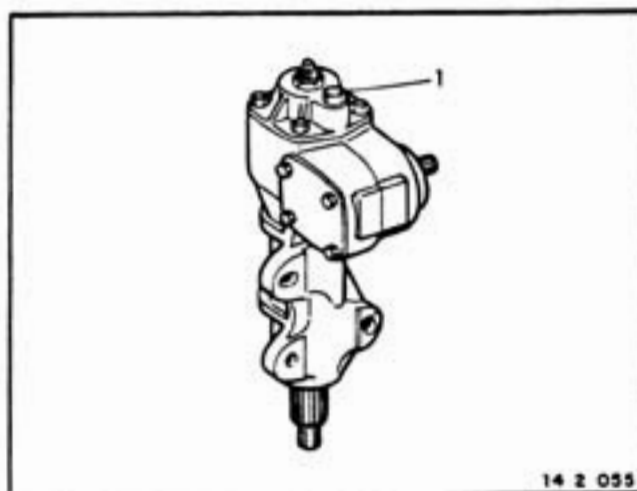

FIGURA 12
- Leva-se a efeito pelo orifício de nível e abastecimento (1) cujo bujão está localizado na parte superior da caixa (figura 12).